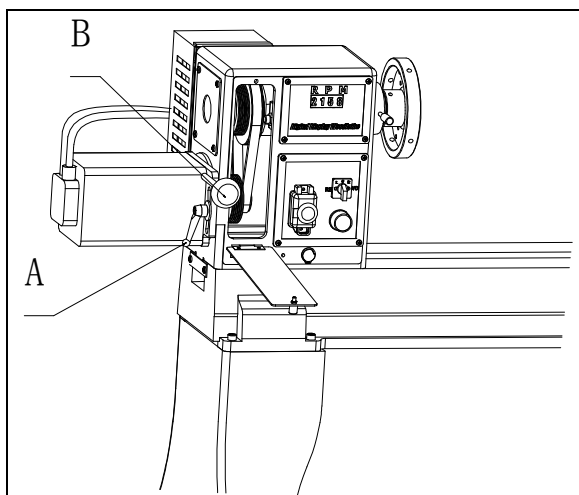

Fig.9
2. Libérez la manette de verrouillage (A, Fig. 9).
3. Levez la manette de tension (B, Fig. 9) pour relâcher la courroie en V multiple. Vous pouvez repositionner alors la courroie dans la plage de vitesses souhaitée. La figure montre la plage de vitesses basses. **Note** : la plage des vitesses élevées ("High") (330-3200) correspond à la vitesse maximale, la plage des vitesses basses ("Low") (100-1200) établit le couple maximal.